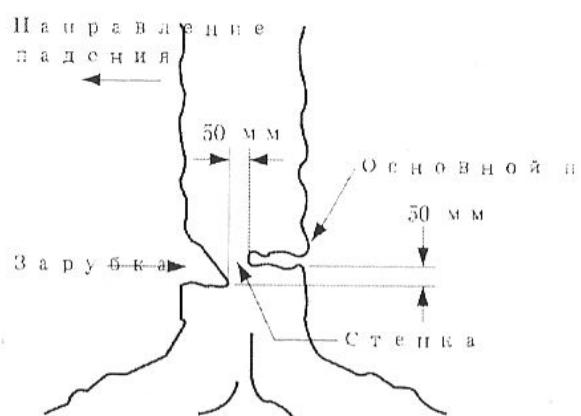

Рис. 21
Пропилите зарубку под правильным углом по отношению к направлению падения глубиной 1/3 диаметра ствола дерева, как показано на Рис. 21.
1. Выполните основной пропил не ниже 50 мм над горизонтальной зарубкой, как показано на Рис. 21.